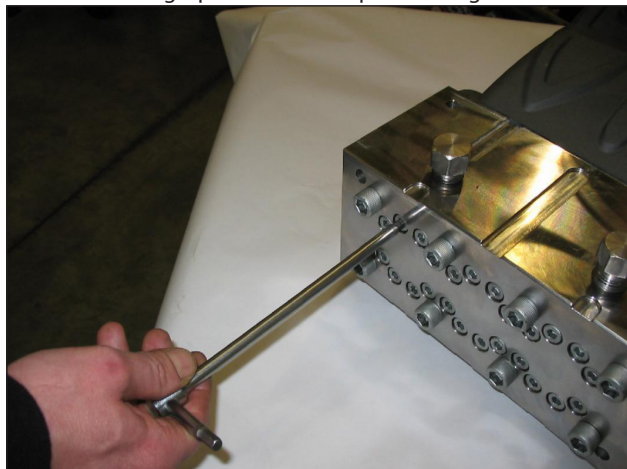

Fig. 16
- Aflojar, sin extraerlos, los tornillos M8x100 que fijan las camisas al cabezal para liberarlas, como se indica en la Fig. 16.